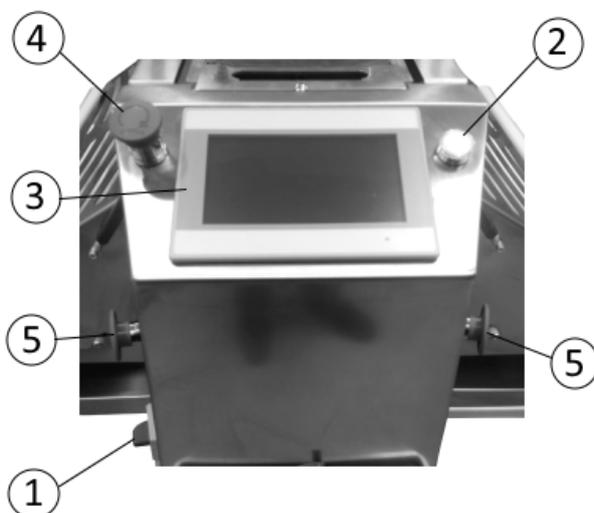
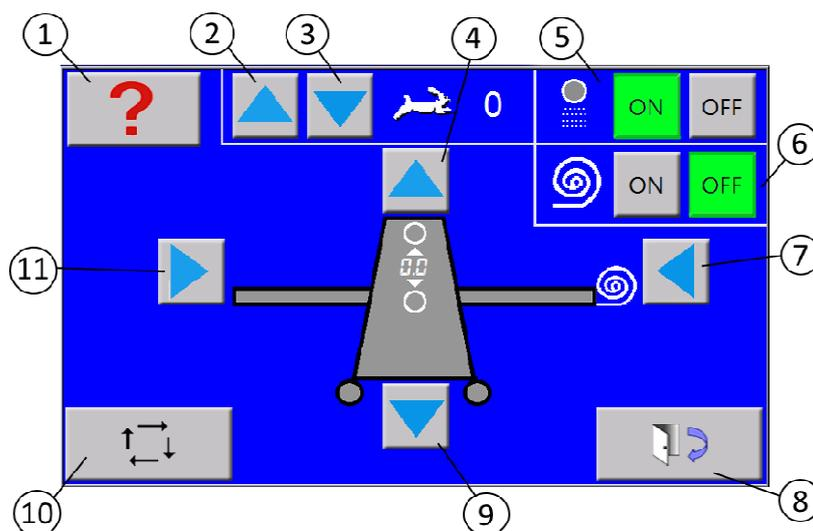

Рисунок 1
Рисунок 3
Для включения оборудования поверните общий выключатель на позицию ВКЛ (ON) из. 1 Рис. 1: после чего активируется дисплей из. 3 Рис. 1 и кнопка запуска рабочего режима из. 2 Рис. 1 (постоянный свет указывает на наличие сети).
Произведите запуск рабочего режима оборудования посредством кнопки из. 2 Рис. 1: если позиция всех защитных устройств корректна, светодиод кнопки начнёт мигать и будет выполнен “autoreset” оборудования посредством полного закрытия цилиндров (0), после чего, позже, будет произведено их полное открытие.
После 3-х минут простоя, оборудование входит в режим “STAND-BY”, отключив дисплей и введя оборудование в режим ожидания (постоянный свет светодиода кнопки включения из. 2 Рис. 1). Для активации дисплея достаточно дотронуться к экрану, тогда как для активации рабочего режима оборудования необходимо нажать кнопку из. 2 Рис. 1.
Режим STAND-BY активируется в ручном и автоматическом режиме работы оборудования. Для запуска автоматического режима, нажав на кнопку из. 2 Рис. 1 машина активируется и на дисплее появится изображение рядом: нажав на одну из двух зеленых кнопок из. 5 Рис. 1 программа продолжит работу с того места, на котором оно было остановлено, тогда как нажав на символ справа (на дисплее) вы выйдете из программы.
- **Нажмите кнопку движения ленты, соответствующую стороне, на которой находится тесто**; лента начнет двигаться в сторону цилиндров: если тесто находится на рабочем столе, например справа, необходимо зафиксировать рукой кнопку справа из. 5 Рис. 1.
- После чего можно опустить цилиндр на необходимую высоту посредством кнопки из. 9 Рис. 3 и выполнить вторую прокатку теста, нажав кнопку слева из. 5 Рис. 1
- Не активируйте защитные механизмы безопасности для остановки работы оборудования и используйте кнопку аварийного сигнала исключительно в случае возникновения опасности. **Если оборудование остановлено во время одного из описанных выше процессов, для возобновления его работы необходимо повторно нажать кнопку запуска рабочего режима из. 2 Рис. 1**
- Нажать одну из двух кнопок запуска движения ленты из. 5 Рис. 1 для запуска рабочего цикла в автоматическом режиме. После чего оборудование последовательно выполнит все операции, описанные в рецепте, регулируя во время каждого проката высоту цилиндров и автоматически изменяя движение лент.
предварительно параметрам. Мигающий символ будет находиться на экране до тех пор, пока оператор не вернётся к программе посредством одной или двух зелёных боковых кнопок из. 5 Рис. 1
- Фиксированным нажатием одной из двух зелёных боковых кнопок можно в любой момент остановить работу оборудования из. 5 Рис. 1. Для возобновления работы оборудования достаточно повторно нажать одну из двух кнопок.
ВНИМАНИЕ: в случае нажатия кнопки запуска "ручного" режима из. 4 Рис. 3 произойдёт выход из автоматического режима работы и поэтому невозможно будет возобновить прерванный цикл.
- Возможно активировать посыпочное устройство (колонна из. 4) в необходимый вам момент посредством кнопки, соответствующей определённому прокату. Если устройство активировано, кнопка должна быть на зелёном фоне с надписью "ВКЛ" (ON). Если посыпочное устройство отсутствует, система проигнорирует эту команду
- Для введения паузы между "прокатами" (для переворачивания теста), достаточно прикоснуться к кнопке, соответствующей определённому прокату в колонне из. 5. Продолжительность паузы зависит от оператора, который должен произвести запуск оборудования посредством нажатия одной из двух зелёных кнопок из. 5 Рис. 1